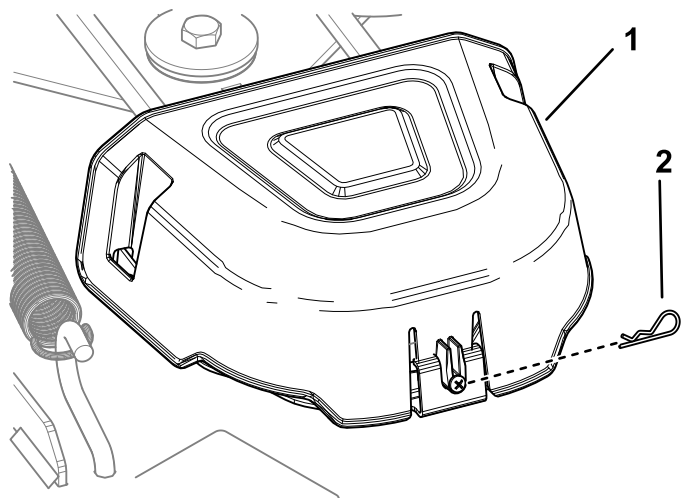

Figure 47
4. Retirez la goupille fendue et appuyez sur la languette des couvercles pour déposer les couvercles des poulies (Figure 47).